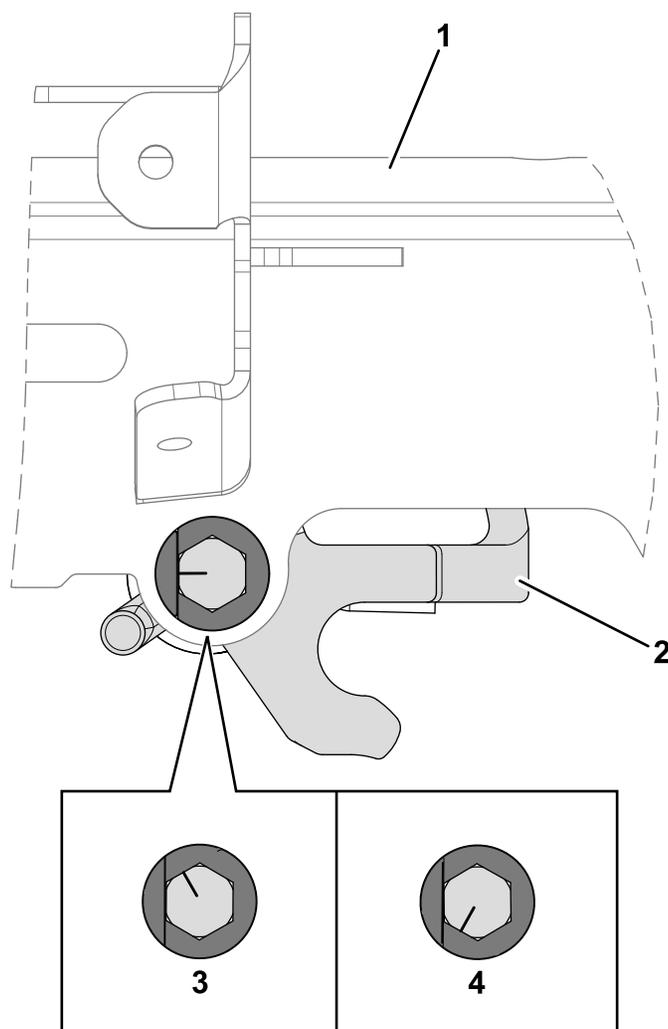

Figure 11
2. Tournez le boulon dans le sens horaire ou antihoraire pour réduire ou augmenter l'angle du dispositif de réglage de la hauteur du guidon. Le dispositif de réglage de la hauteur du guidon devrait être parallèle au récepteur soudé supérieur, comme montré à la Figure 11.